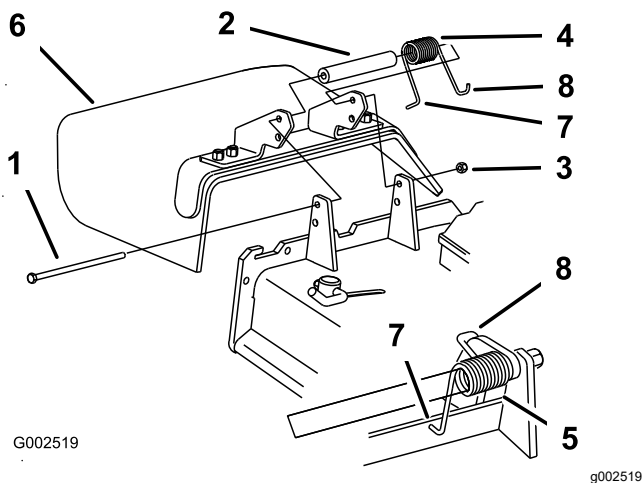

Figura 14
1. Déposez la goulotte d'éjection latérale du tablier de coupe (Figura 14).